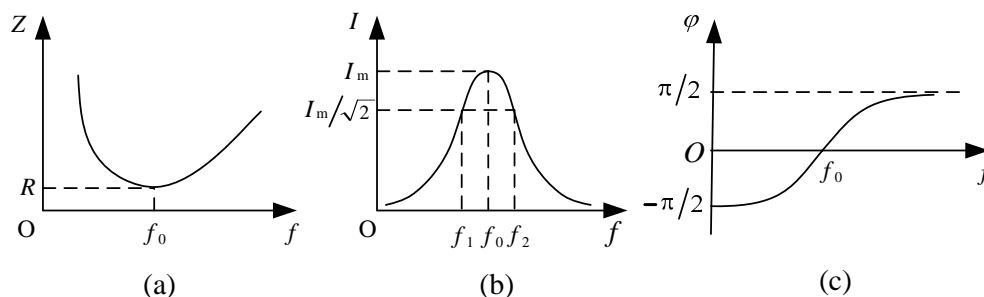

图 5 串联谐振电路的谐振曲线以及相位随频率的变化
利用上述关系式，可以得到串联谐振电路的阻抗 Z 、电流 I 和相位差 $\varphi = \varphi_u - \varphi_i$ 随频率变化的曲线，如图 5 所示。定性而言，由式 (17) 和 (18) 可以看出，低频时 $f < f_0$ ， $1/\omega C > \omega L$ ，容抗大于感抗， $\varphi < 0$ ，此时总电压落后于电流，整个电路呈电容性；谐振时， $\varphi = 0$ ，整个电路呈电阻性；高频时 $f > f_0$ ， $\omega L > 1/\omega C$ ，感抗大于容抗， $\varphi > 0$ ，此时总电压超前于电流，整个电路呈电感性。
谐振电路在无线电技术中最重要的应用是选择讯号。为了定量地说明频率选择性的好坏程度，通常规定在谐振峰两边 $I = (1/\sqrt{2})I_m$ 处的频率宽度为通频带宽度 Δf 。如图 5 (b) 所示，有